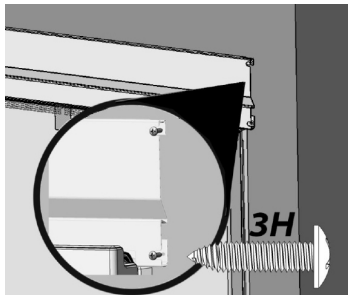

Fig. 23
- b. Perfore orificios guía  $1/8$ " y ajuste dos tornillos 3H en el lado derecho de la moldura superior (un tornillo por lado para la moldura superior con collar) con un destornillador Phillips a los gabinetes (Fig. 23).